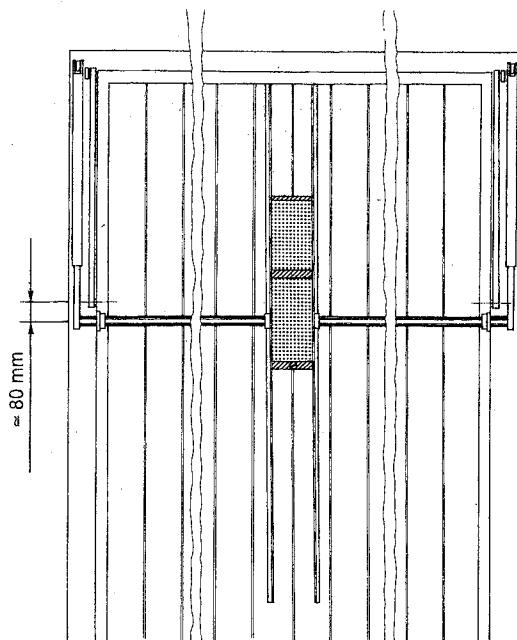

fig. 2
b) l'asse di rotazione del pignone dell'operatore deve essere, a basculante chiusa, = 80 mm più basso rispetto all'asse dei perni di collegamento tra il telo della basculante ed i bracci di bilanciamento (fig. 2 e 3).